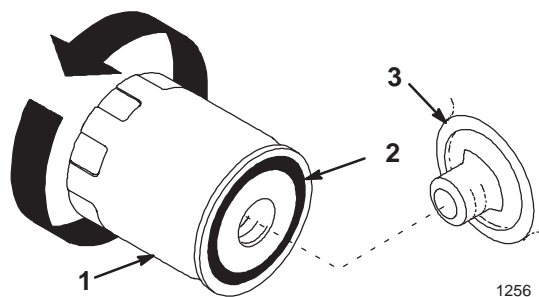

Figure 19
3. Appliquez une fine couche d'huile neuve sur le joint en caoutchouc du filtre de rechange (Fig. 19).
4. Posez le filtre à huile de rechange sur l'adaptateur. Tournez le filtre dans le sens horaire jusqu'à ce que le joint rejoigne l'adaptateur, puis donnez 1/2 tour supplémentaire (Fig. 19).